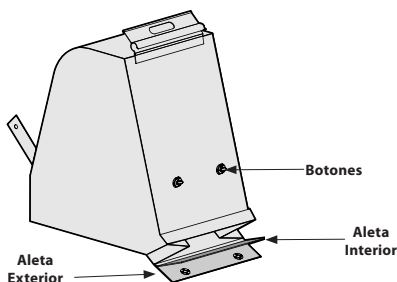

Figura 10
5. Gire los dos botones de la parte posterior de la bolsa para abrirla y vaciar el contenido. Vea la Figura 10. Sostenga la manija y el broche de la bolsa mientras vacía el contenido.
7. Doble la aleta exterior sobre la aleta interior e inserte los botones de la bolsa a través de las salidas metálicas. Vea la Figura 10.